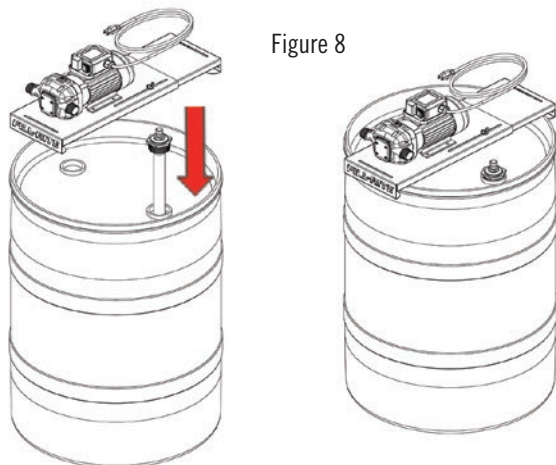

Figure 8
2. Ajuster la longueur du tube d'aspiration pour qu'il débouche à moins de 5 cm (2 po) du fond du fût une fois qu'il est serré dans l'adaptateur de bonde. Enfiler le tube d'aspiration de fût (vendu séparément, repère 6, page 11). Placer la pompe montée sur le support pour fût sur le rebord du fût. Serrer les écrous à oreilles pour bloquer le support coulissant (Figure 8).